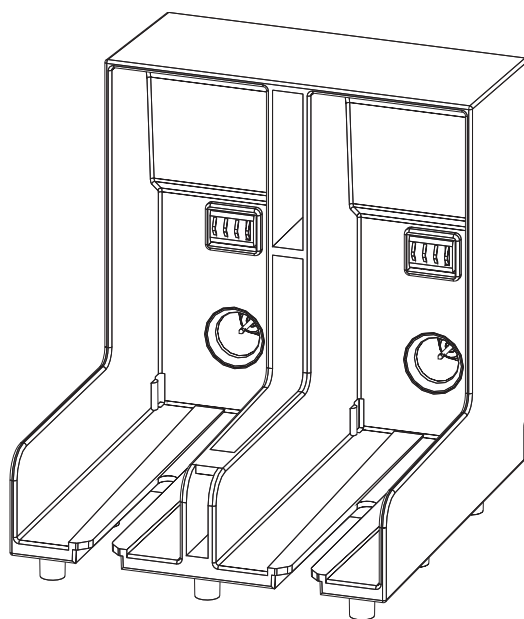

Figura 6-3. Ranura del compartimiento del cartucho
- 5 Inserte el cartucho de tinta en el compartimiento del cartucho de tinta alineando la clave del cartucho con la ranura de compartimiento correcta (Figura 6-3 en la página 6-7).